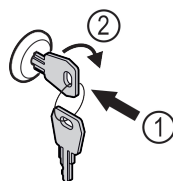

Fig. 162 Przykładowa prezentacja
- ▶ Włożyć kluczyk Fig. 162 (1).
- ▶ Przekręcić kluczyk o 90° w prawo Fig. 162 (2).